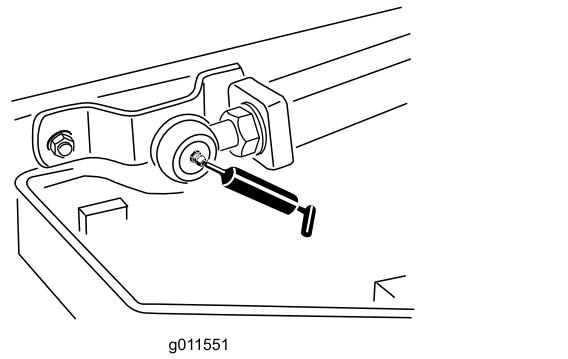

Рисунок 83
- Шаровые опоры подъемных рычагов (2 шт.) (Рисунок 83)